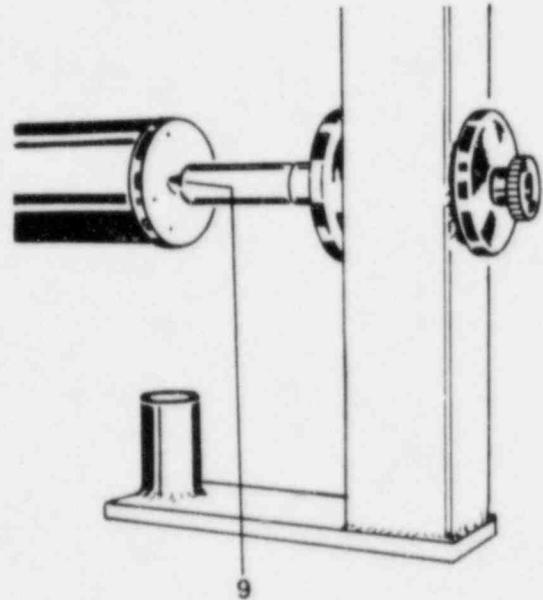

Fig. 14
Mit der Schreibmine (9) auf dem Papier der Schreibvorrichtung kleinstmöglichen Kreis durch Rotation des Tragarmes schreiben, und dessen Mittelpunkt ermitteln. Die Kreisgröße wird durch Verstellen der Schreibmine (9/fig. 14) beeinflusst.
Inscribe the smallest possible circle with the recording head (9) on the recording device paper by rotating the support arm and ascertain its centre point. The size of the circle can be varied by shifting the recording head (9/fig. 14).